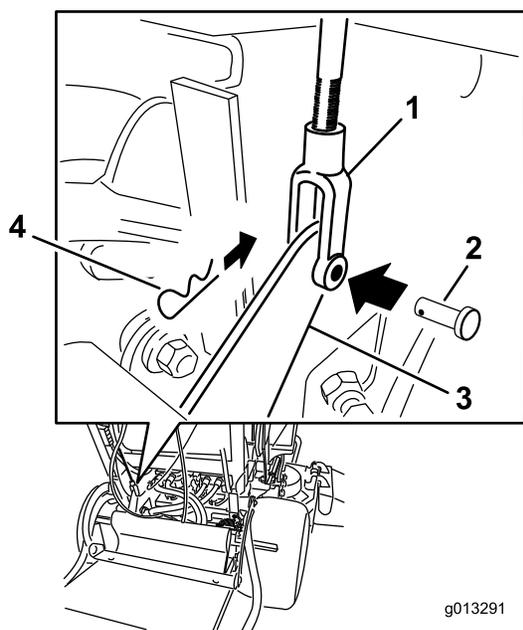

図 62
4. ブレーキの調整を行うには、まず、下側ブレーキ・レバーとヨークからクレビス・ピンとヘアピン・コッターを外す（図 62）。
7. クレビス・ピンとヘアピン・コッターで、下側ブレーキ・レバーにヨークを固定する。（図 62）。